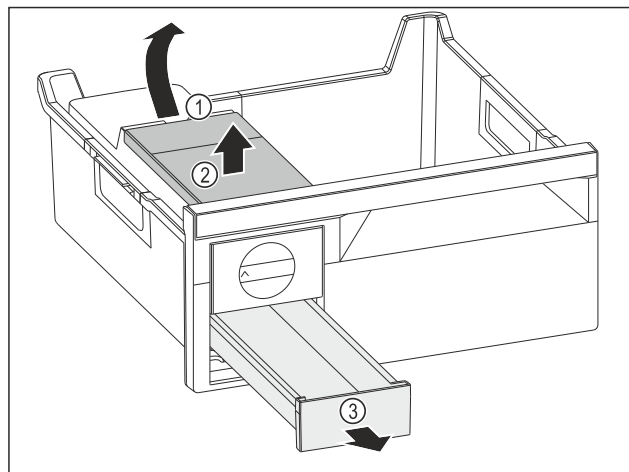

Fig. 129
- ▶ Vađenje spremnika za vodu: Podignite spremnik za vodu na otvoru Fig. 129 (1).
- ▶ Izvadite spremnik za vodu Fig. 129 (2) prema gore.
- ▶ Izvadite ladicu Fig. 129 (3) prema naprijed.